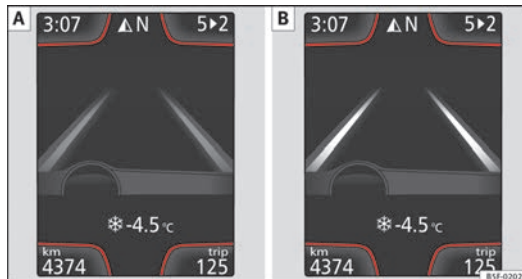

Fig. 141 No ecrã do painel de instrumentos: Indicação no ecrã do sistema de aviso de saída da via de circulação (exemplo 1).
- O sistema está activado, mas não está disponível, quer por ter alcançado a velocidade mínima ou por não reconhecer as linhas da via de circulação ⇒ Fig. 141 [A].
- O sistema está activado e disponível, reconhece as duas linhas da via de circulação. Neste momento não está a corrigir a trajectória ⇒ Fig. 141 [B].